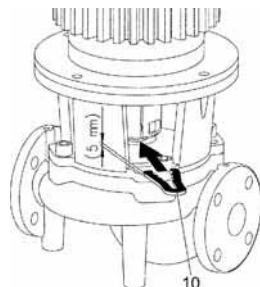

Fig. 19: 插入安装叉
- 将安装叉（Fig. 19，位置 10）推到联接架和联轴器之间。安装叉必须无缝隙地就位。